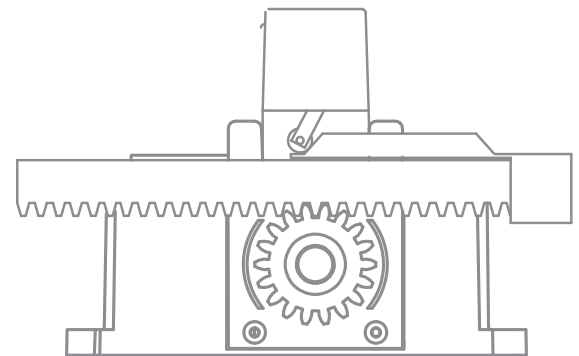

Fig. 12 - Abb. 12
- Nel Finecorsa meccanico FCM verificare che la corsa della molla sulla staffa avvenga correttamente senza impedimenti. Per piccoli aggiustamenti intervenire sulla staffa. (vedi fig. 12)
- Dans le fin de course mécanique FCM vérifier que la course du ressort sur la patte s'effectue correctement sans obstacles. Pour les petites mises au point, intervenir sur la patte. (voir fig. 12)